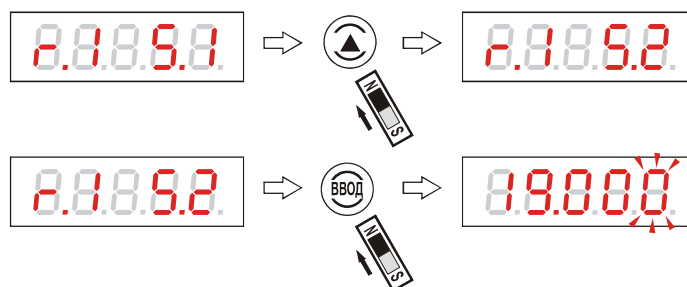

Рисунок 47. Переход к вводу значения уставки 2 реле 1
2.8.13 Для входа в подраздел программирования значения уставки 2 реле 1 “**r.1 S.2**” необходимо выбрать этот подраздел кнопкой «↑» и “нажать” «ВВОД», рисунок 47: